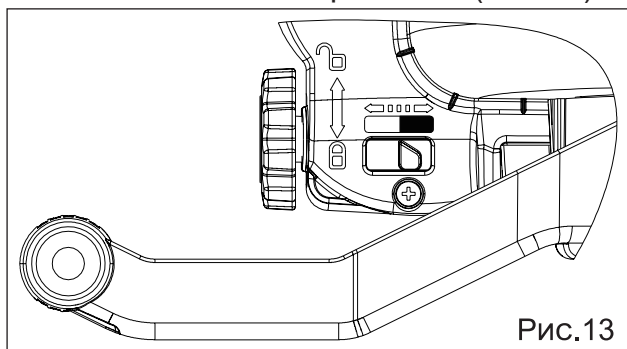

Рис.13
8. Обязательно отключите оборудование от источника питания, прежде чем пытаться устранить какие-либо проблемы. Индикатор ручки блокировки должен быть сначала переведён в черную область; затем машина может работать (Рис.13).